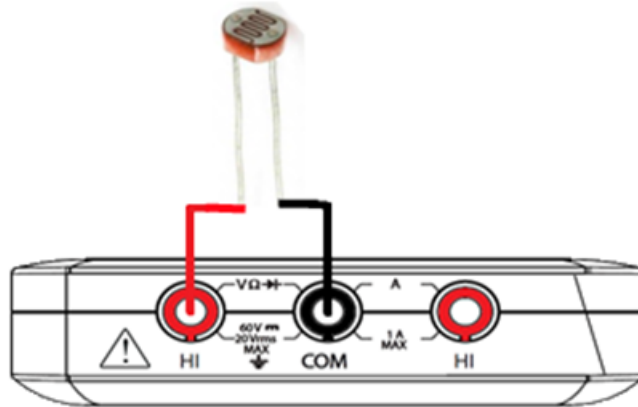

Figura 10.4: Schema di collegamento
Il fotoresistore deve essere collegato al dispositivo myDAQ come una resistenza. Si richiedono un ingresso positivo (HI) su un lato e un ingresso negativo (COM) sull'altro lato, l'orientamento non è importante (figura 10.4).